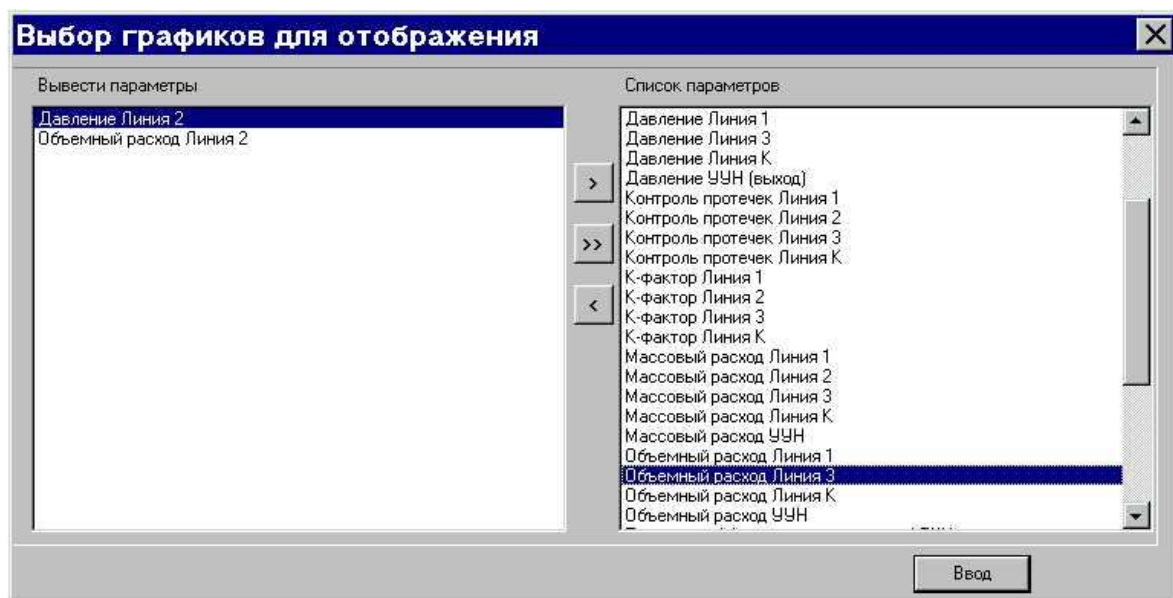

Рис. 28
3.9.2 Для выбора параметров необходимо нажать кнопку **Выбор графиков** в правой части экрана - при этом вызывается окно, содержащее список доступных для просмотра параметров (Рис. 28).